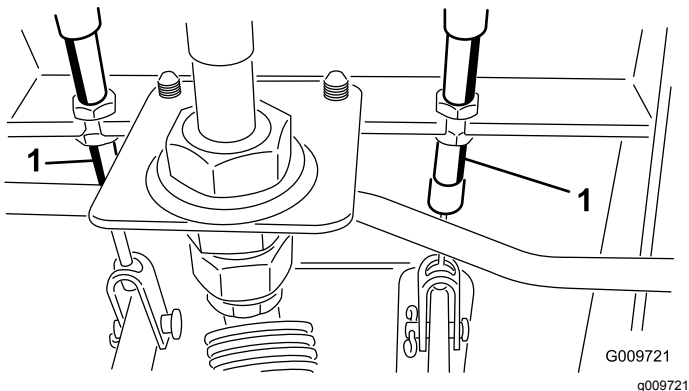

Figura 75
- A. Allentate il dado anteriore sull'estremità filettata del cavo del freno (Figura 75).